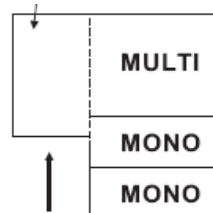

Fig.22
Siga las instrucciones que aparecen en el DIAGRAMA ELÉCTRICO (mostrado abajo) para configurar la unidad interior de MONO a MULTI (Fig. 22 y 23).
- 2) Quite el CABLE DE ALIMENTACIÓN del modelo MONO (Fig. 22).
- 4) Recoloque la tapa del control eléctrico y atorníllela, despegue el papel blanco que se encuentra sobre el interruptor y sitúelo en la posición MULTI (Vea Fig. 22).